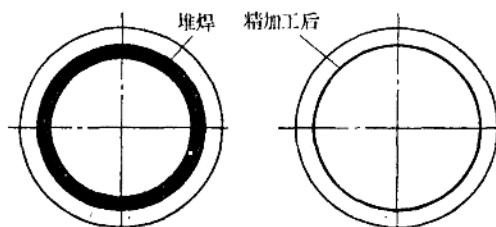

图 3-4-14 口环间隙过大的修理方法
- (1) 刷去口环上的污物；
- (2) 用 5% 的盐酸清洗一遍；
- (3) 放到温度为 90℃，浓度 10% 的烧碱中浸洗 10 分钟，然后取出放到 90℃ 的清水中清洗；
- (4) 补焊乌金。其方法是：把口环预热到 100℃ 左右，用气焊熔掉口环上原有的乌金，然后用与原有乌金同牌号的乌金制成的焊条，顺口环周围纵长方向一道道堆焊上去（不得反复重焊）。焊接完后，可进行机械加工，达到所要求的标准尺寸。如图 3-4-14 所示。